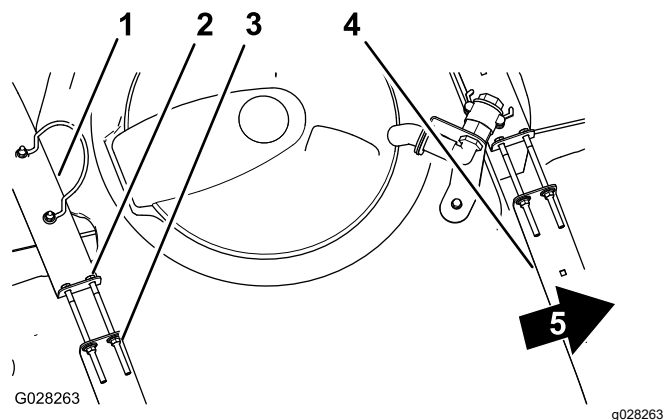

図 31
2. タンクとタンク固定ベルトとの間に、たるみがないか点検する 図 31。
3. ベルトにゆるみがある場合には、ベルトの上部にあるフランジロックナットとボルトを締めてベルトとタンクとが面一になるようにする 図 31。